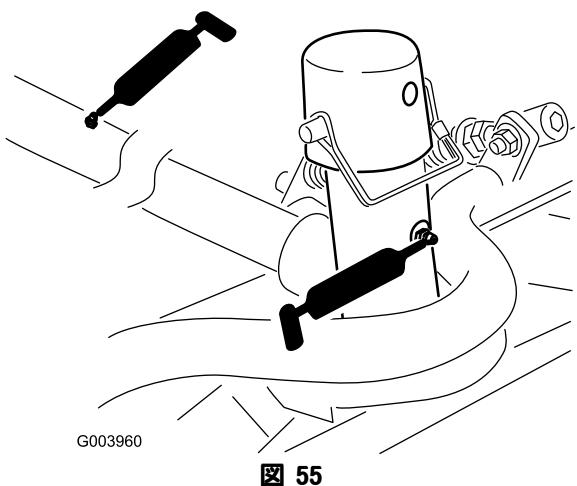

図 55
- カッティングユニットのキャリアフレームとピボット（各2）(図 55)